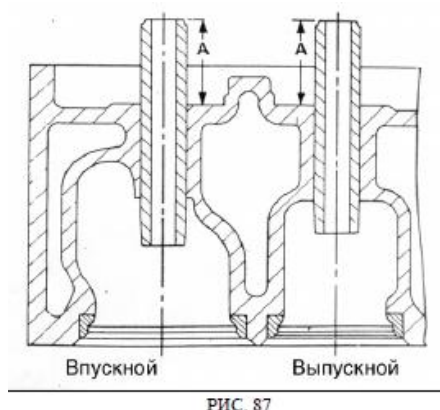

РИС. 87
7) Упомянутый бородак с вкладышем обеспечивает размер "А". Проверьте это замером (см. рис. 87).